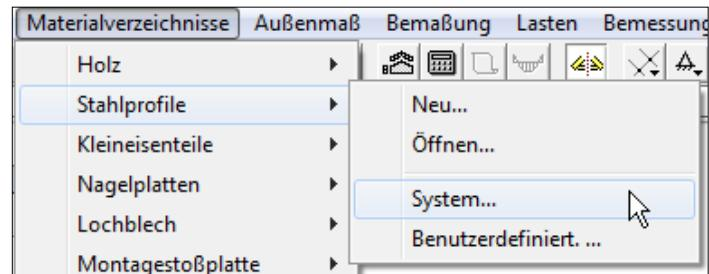

Abb. D 29
2. Markieren Sie die Zeile mit der Holzlasche S10 24x200 Länge 300 (*hier Zeile 5, Abb. D 29*) durch Klick auf die entsprechende Zeilennummer.
Über *Materialverzeichnis* ä *Stahlprofile* ä *System...* (Abb. D 29) können alle im Programm voreingestellten Stahlprofile eingesehen werden.